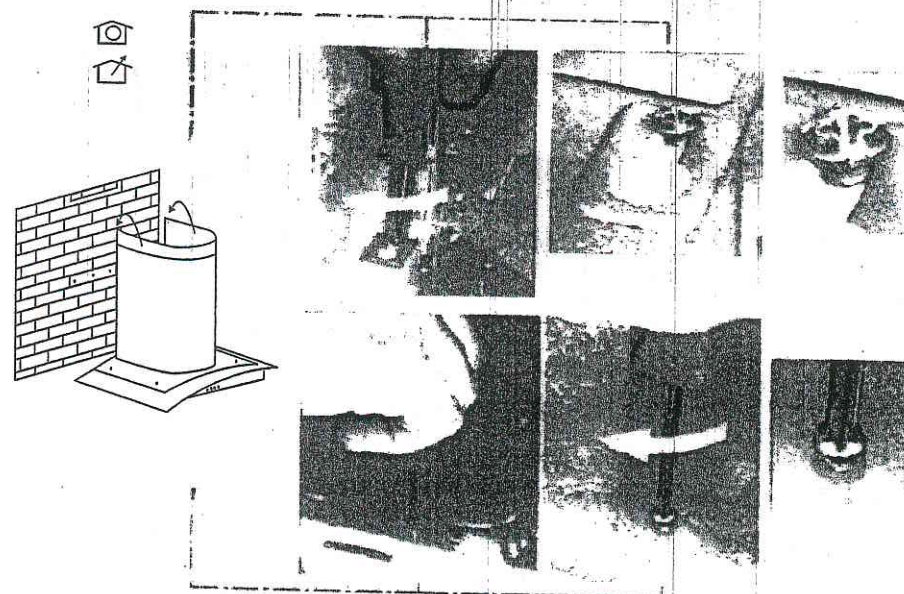

Fig. 5
5. Suspendez la hotte sur les vis (voir Fig. 5) et fixez-la au mur en resserrant complètement les vis auxiliaires et les vis d'ancrage (page suivante).